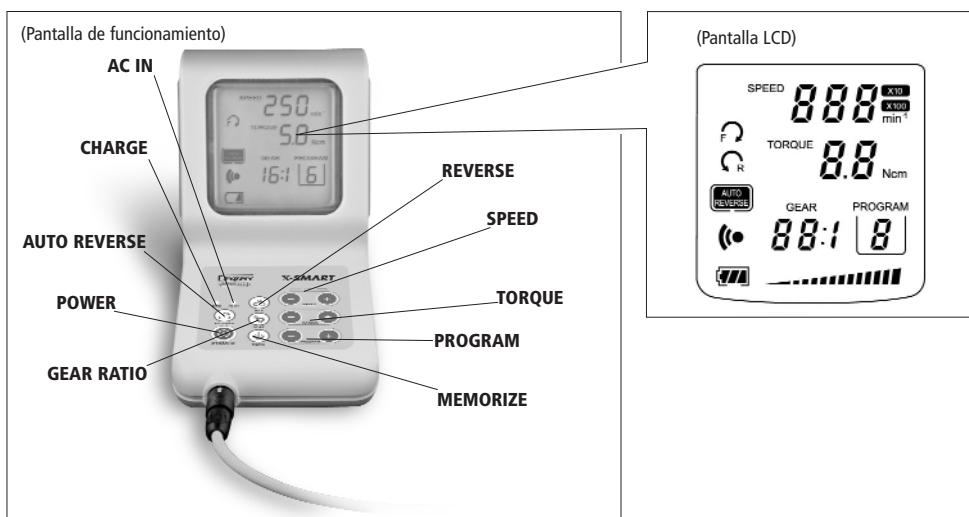

Fig. 2
- Ver Fig. 2 "Pantalla de funcionamiento y pantalla LCD."